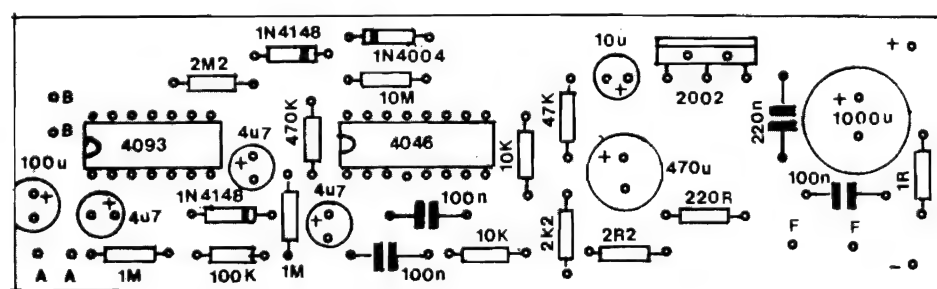

Fig.3
- FIG. 3 - "CHAPEADO" DA MONTAGEM - A plaquinha, estreita e longa (mas em medidas gerais bastante modestas...) da SIRAUI, é mostrada na figura ainda em tamanho natural, porém agora pela face não cobrada, todos os principais componentes identificados pelos seus códigos, valores, polaridades e outras identificações importantes... Os componentes **polarizados** são os que exigem maior cuidado na inserção e soldagem, já que seus terminais ou "pernas" **não podem** ser ligados ao circuito de forma diferente ou invertida... Entre eles ressaltamos os Integrados (os dois C.MOS com as extremidades marcadas voltadas para a esquerda, no diagrama, e o TDA2002 com a lapela metálica virada para a borda da placa...), os dois diodos (ambos com a extremidade de catodo marcada por um anel ou faixa...) e os ca-